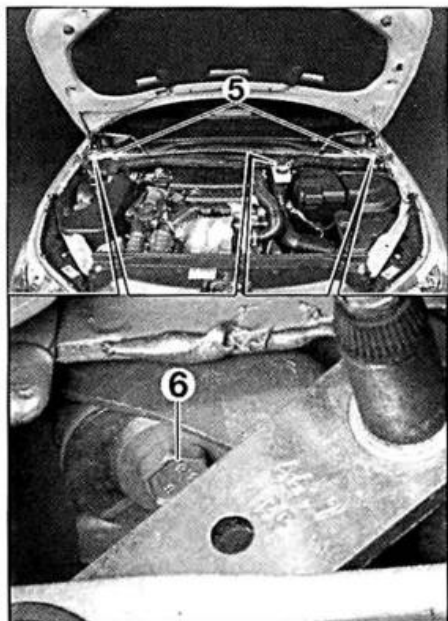

FIG. 24
- Desmontar las bieletas (5) (fig. 24).
- Sacar el conector de alimentación y desmontar los tornillos de fijación (6).